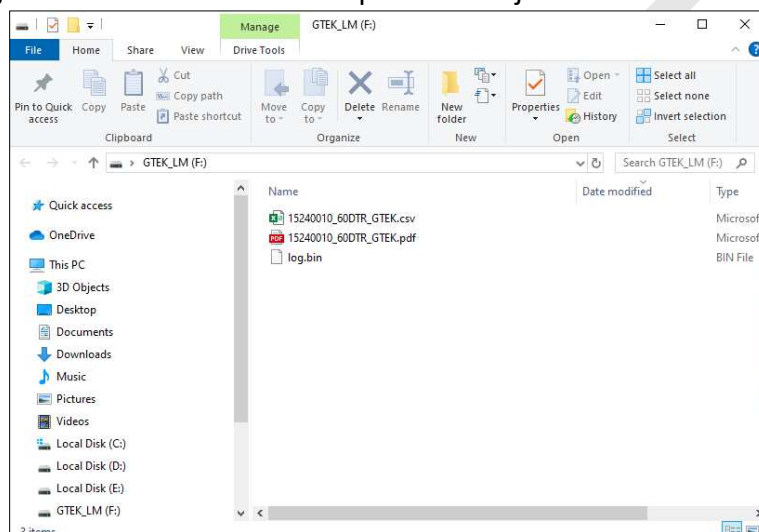

Figure 21 Détecté comme lecteur de stockage de masse USB
- Une fois l'enregistreur de données connecté au PC, la fenêtre du lecteur de stockage de masse USB apparaîtra comme indiqué sur la figure 21, affichant le rapport PDF/CSV et le fichier de données du journal dans un délai d'environ 1 minute. 30 secondes.